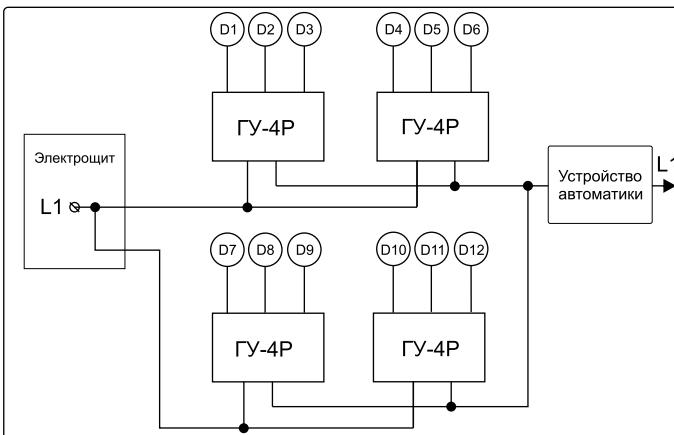

Рисунок 12. Разделение на две группы по питанию
- Подключить питающую сеть к каждой группе отдельным кабелем (с поперечным сечением жилы не менее 1,5–2,5 мм²), как показано на рис. 12.